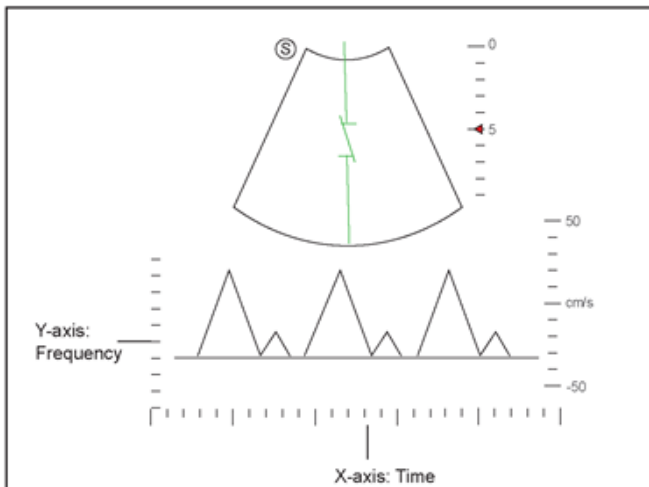

Figura 6-12 Tela de Imagem do Modo PW
5. Pressione a tecla **Update** no painel de controle para ativar o modo PW. O espectro PW é exibido na parte inferior da tela após ser ativado, conforme mostrado na Figura 6-12.